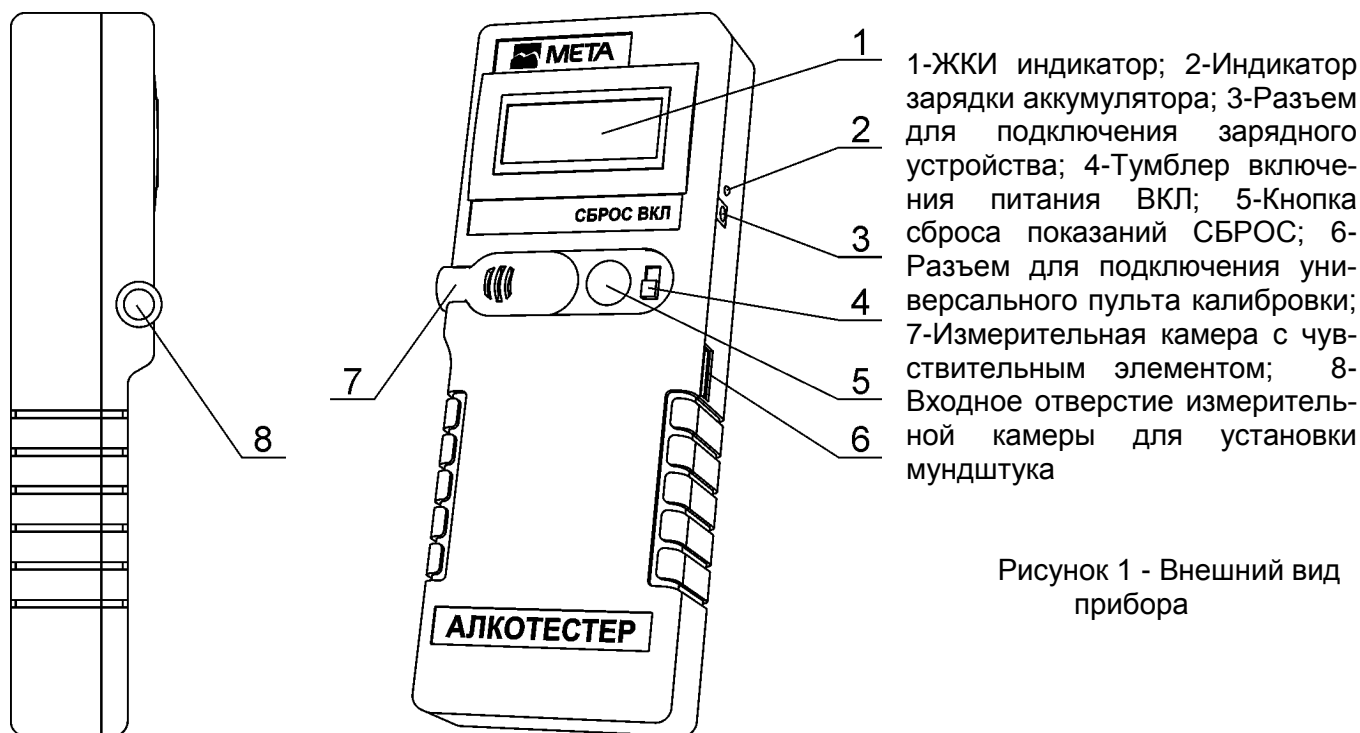

Рисунок 1 - Внешний вид прибора
6.2 Прибор выполнен в пластмассовом корпусе из ударопрочного полистирола (рис.1). На лицевой панели расположены жидкокристаллический цифровой индикатор 1 с отключаемым подсветом (модификация М 012.000.00-13) или без подсвета (модификация М 012.000.00-12), тумблер включения питания ВКЛ 4, кнопка сброса показаний индикатора СБРОС 5 и измерительная камера 7.
8.6.1 При отключенном питании прибора подключить кабель выбранного зарядного устройства к разъему (поз.3, рис. 1) на боковой стенке прибора.
Для выполнения работы необходимо при выключенном питании прибора соединить кабелем № 6 разъем Х2 пульта с разъемом (поз.4, рис.1) на боковой поверхности прибора.